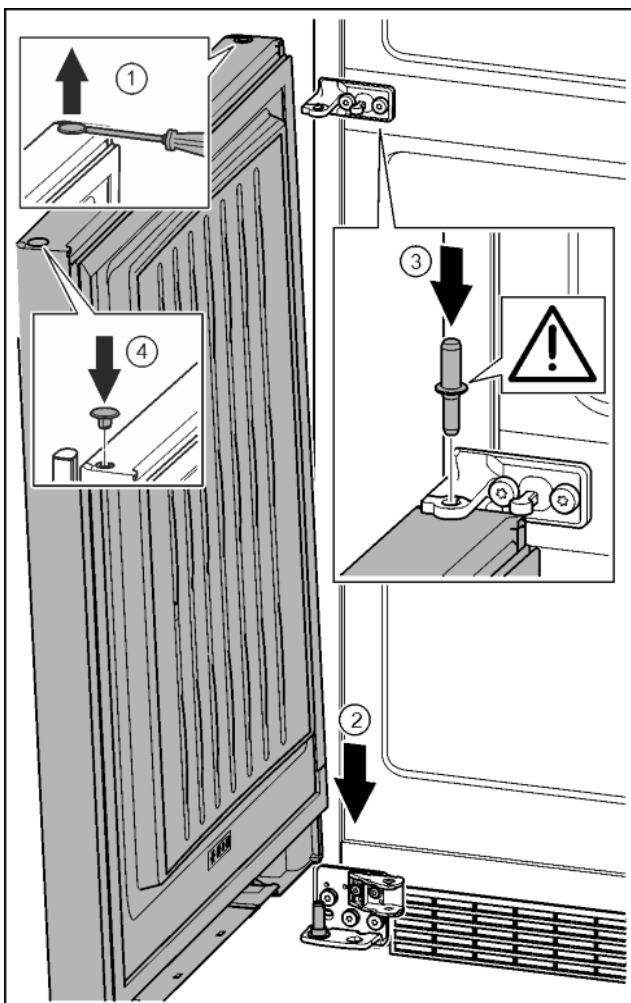

Fig. 34
- ▶ Zátku opatrně nadzvedněte plochým šroubovákem a vytáhněte. Fig. 34 (1)
- ▶ Dveře nasadte shora na dolní ložiskový čep. Fig. 34 (2)
- ▶ Prostřední ložiskový čep vložte do dolních dveří přes prostřední stojan ložiska. Přitom dávejte pozor, aby zajišťovací vačka směřovala dozadu. Fig. 34 (3)
- ▶ Zátku opět vložte na druhé straně dveří. Fig. 34 (4)